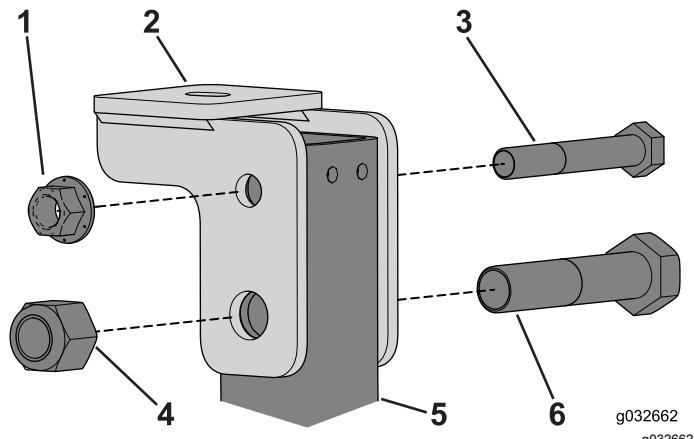

Рисунок 111
- Выверните болты, которые крепят кронштейн крепления кабины к трубе ROPS в задней части рамы кабины (Рисунок 111).